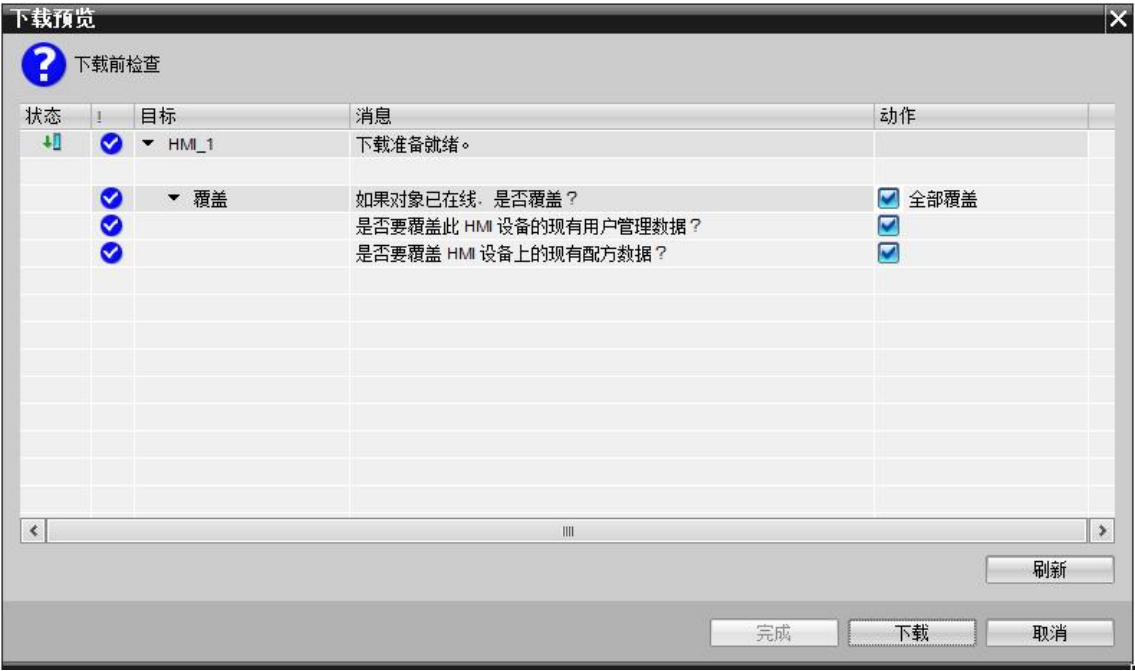

图 1-11
3. 下载之前，软件将会对项目进行编译，只有编译无错后才可进行下载，如发现编译错误请将错误排除后再次进行下载操作。如图 1-11 所示，可选择是否覆盖 HMI 设备的现有用户管理数据及配方数据，然后单击“下载”按钮来完成操作面板的项目下载。